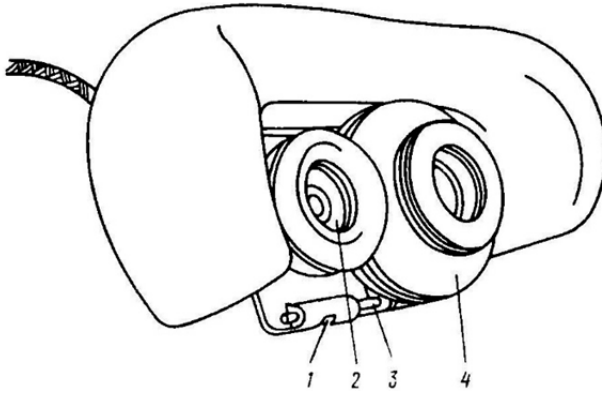

Рис. 2.12. Установка блока индикации на окуляре прицела-дальномера:
- нажать вкладыш 1 (рис. 2.12);